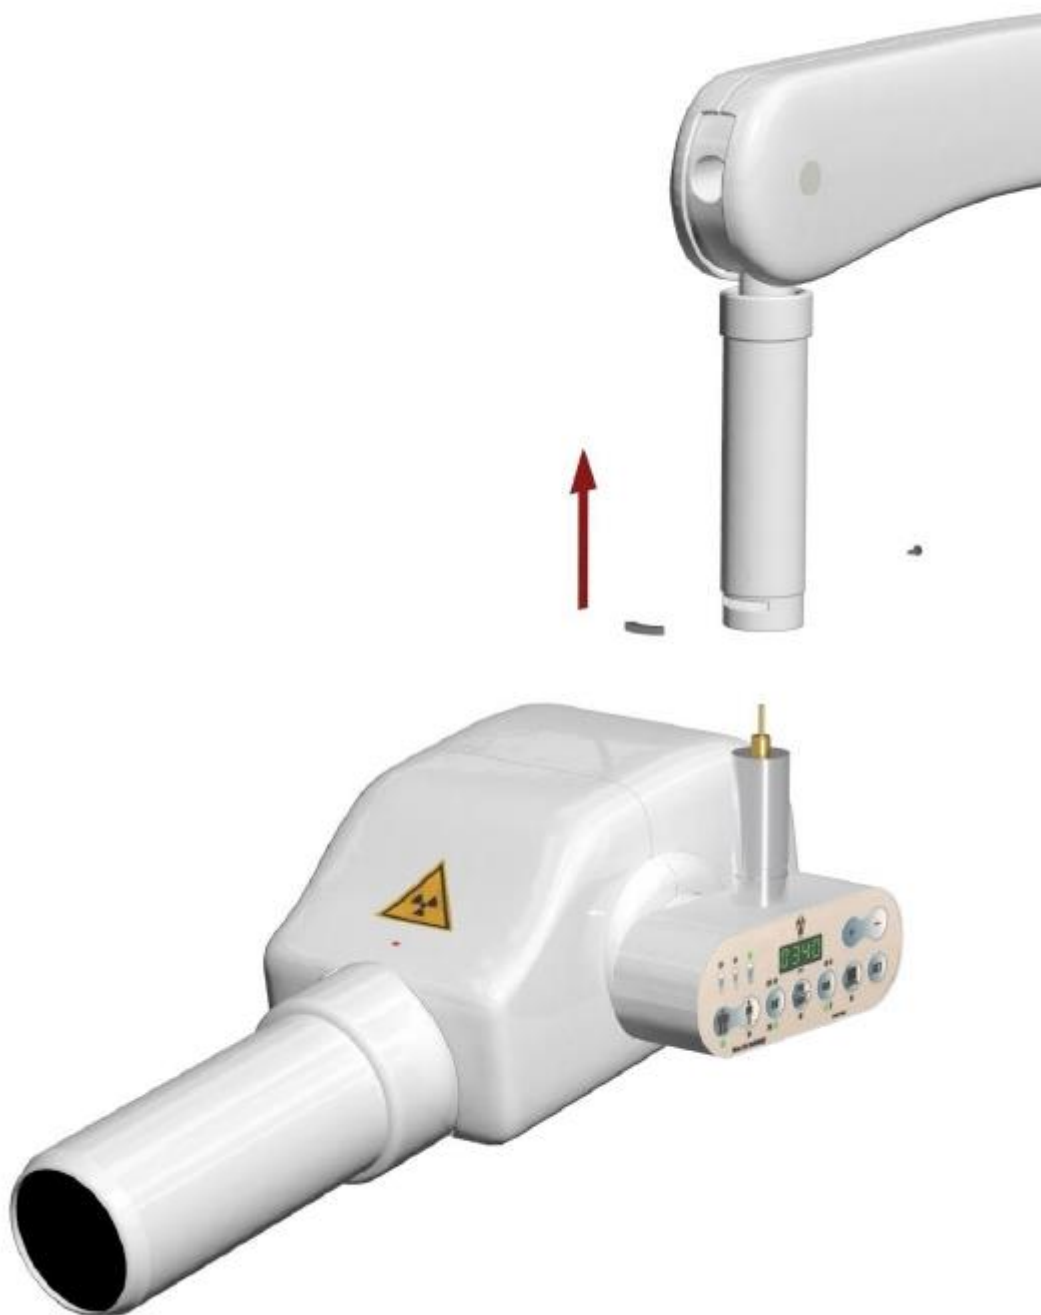

Рис. 8
✓ Вставьте моноблок (E) в плечо складное (C), как показано на рис. 8